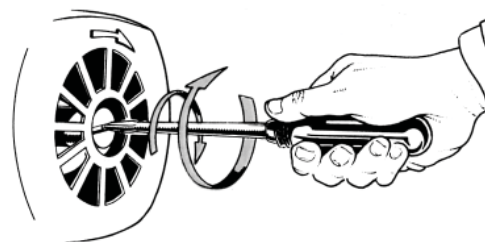

Figura 2: Desbloquear eje
Motor bloqueado	Desbloquee el eje (figura 2) y compruebe el condensador
- Compruebe que el eje de la bomba gire libremente y no esté bloqueado (figura 2).